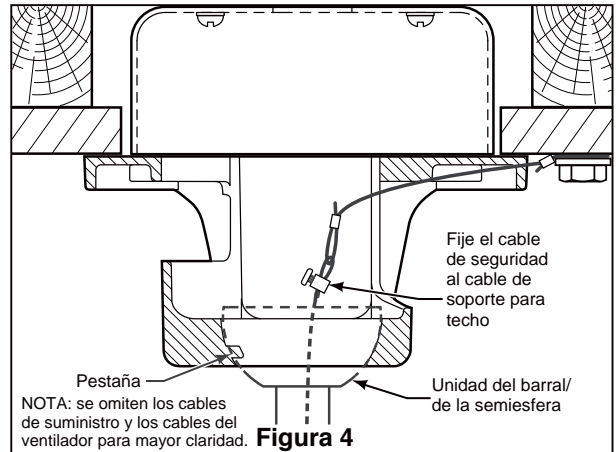

Figura 4
4. Coloque el soporte de la varilla y alinee los orificios de la clavija de horquilla en ambas piezas. Instale la clavija de horquilla y asegúrela con la pinza de horquilla. Instale los set de tornillos con tuercas en el soporte de la varilla. Fije con seguridad el set de tornillos con el destornillador y luego fije bien las tuercas con una llave hexagonal. (Figura 4)
4. Levante cuidadosamente el ventilador y coloque el ensamble de la bola para colgar/varilla en la abrazadera para colgar que acaba de fijar a la caja de salida. Asegúrese de que la ranura de la bola esté alineada con la lengüeta de la abrazadera para colgar. (Figura 4)
5. Fije el cable de seguridad al cable de soporte para techo. Deslice la abrazadera de cables por el cable de seguridad (del ventilador). Pase el extremo del cable a través del aro que forma el cable de soporte para techo. Tire lo más posible del cable a través del aro. Inserte el extremo del cable en el orificio de la abrazadera y ajuste firmemente el tornillo. (Figura 4)
3. Una vez realizadas las conexiones, gire los conductores hacia arriba y, con cuidado, colóquelos dentro de la caja de salida; con los conductores blancos y verdes hacia un lado y los conductores negros hacia el otro. (Figura 4)
4. Fije firmemente el conector de 9 pasadores de la unidad del motor al enchufe del mazo de cables dentro de la unidad del adaptador del interruptor. (Figura 4)
4. Para configurar el código del mando a distancia, Mueva los interruptores de código hasta colocar el código de selección en la posición arriba o abajo. Con un destornillador pequeño o con una lapicera (no se incluye) deslice firmemente hacia arriba o hacia abajo. (Figura 4)